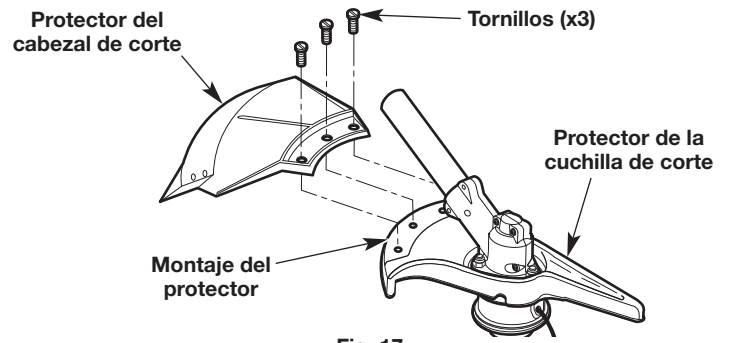

Fig. 17
1. Coloque el protector del cabezal de corte por encima de la superficie del montaje del protector sobre el protector de la cuchilla desbrozadora (Fig. 17).
2. Inserte los tornillos (3) a través de los orificios para tornillos del protector del cabezal de corte (Fig. 17).
1. Desenrosque los tornillos (3) del protector del cabezal de corte con un destornillador Phillips (Fig. 17).